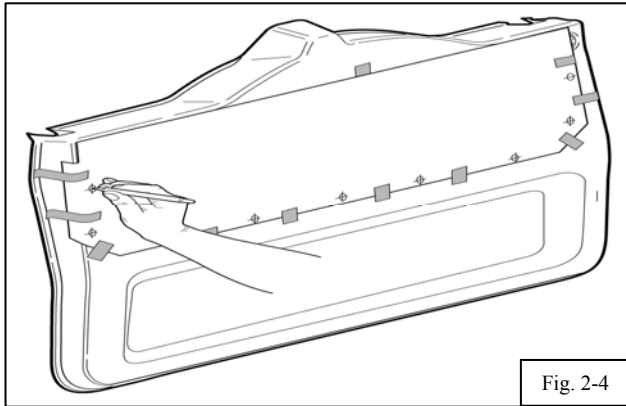

Fig. 2-4
(d) Use center punch to mark the center of the (9) holes. (Fig. 2-4)